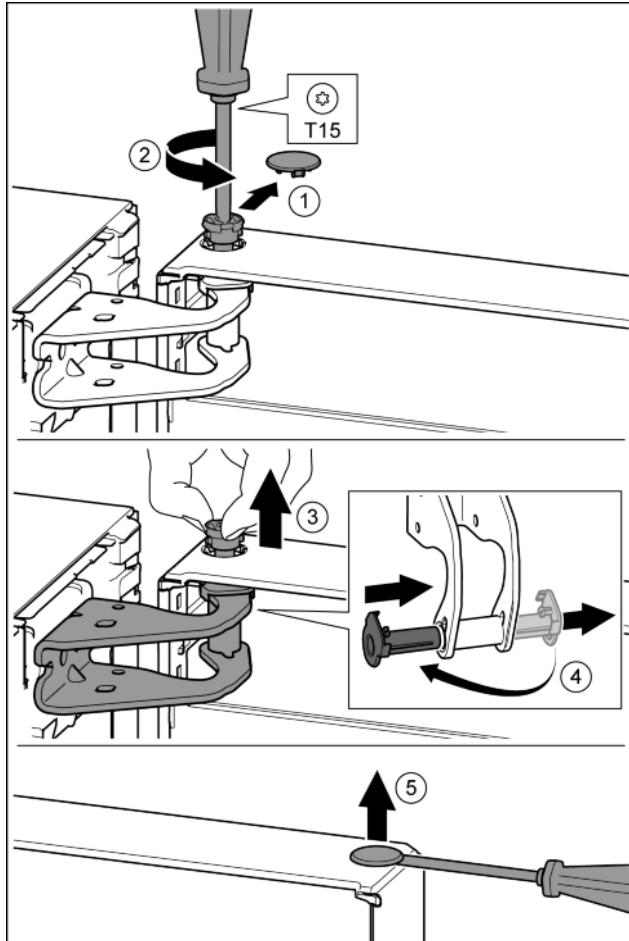

Fig. 10
- Осторожно снять предохранительную крышку. Fig. 10 (1)
► Немного выкрутить палец отверткой T15. Fig. 10 (2)
► Удерживать дверь и вытянуть палец рукой. Fig. 10 (3)
► Опорную втулку вывести из направляющей. Установить и зафиксировать с другой стороны. Fig. 10 (4)
► Осторожно приподнять шлицевой отверткой заглушку из опорной втулки двери и вынуть. Fig. 10 (5)